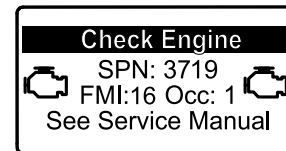

Bild 42
- Wenn eine geparkte Regenerierung erforderlich ist, wird im InfoCenter die Motorwarnung SPN 3719, FMI 16 (Bild 42) angezeigt, und der Computer verringert die Motorleistung auf 85 %.